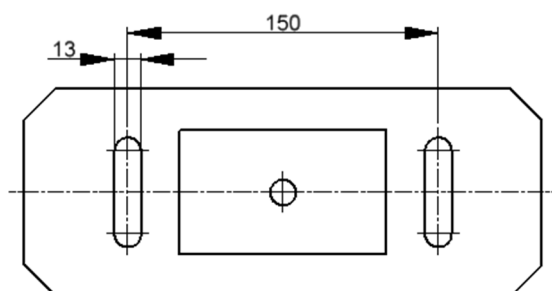

Figura 4 - Quote per installazione proiettore
- Il supporto frangibile del proiettore LHP viene fissato alla pavimentazione tramite 2 zanche di muratura con filettatura M12, ciascuna completa di rondella piana, grower e dado M12. I dadi saranno avvitati con una coppia di serraggio di 50 Nm. Per l'interdistanza tra i fori fare riferimento alla figura 4.